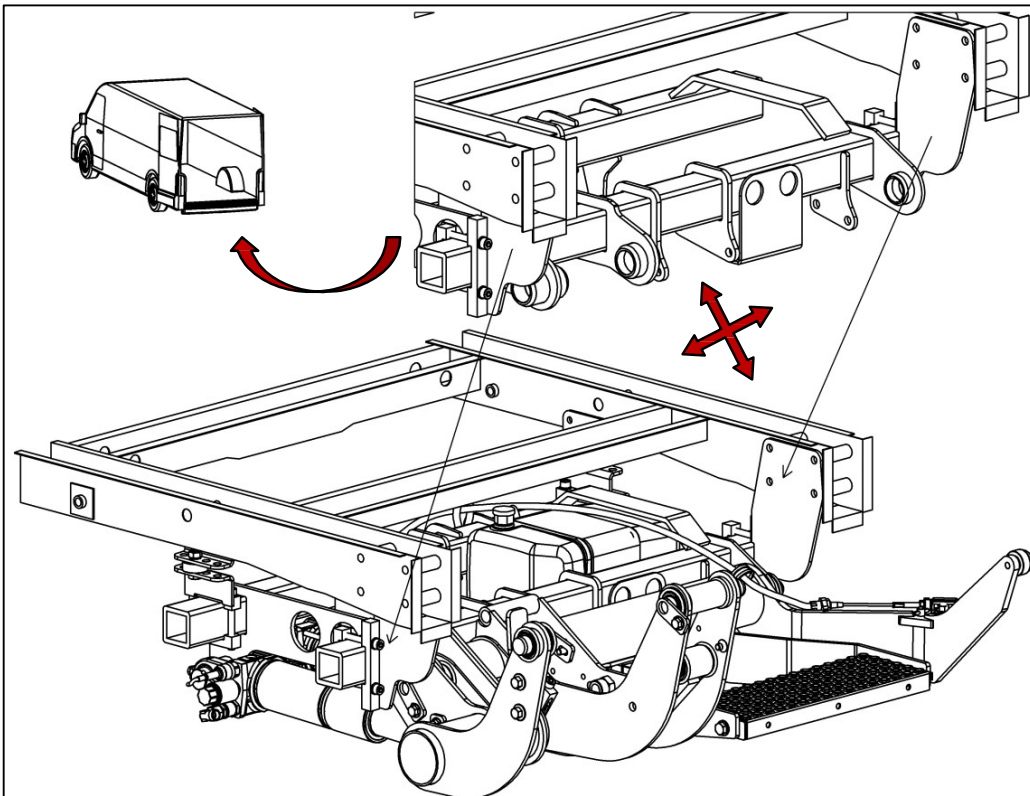

Fig. 27
- Alinee los adaptadores de instalación en el mecanismo de elevación con los orificios en el chasis del vehículo (vea Fig. 27).